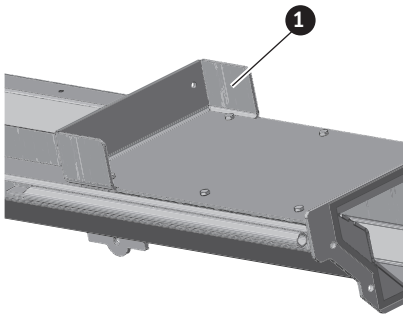

Fig. 126 Verstärkungsplatte
- Wenn möglich, den Austragungsschacht so einrichten, dass der obere Bug der Verstärkungsplatte (Fig. 126) entweder außerhalb oder innerhalb des Wandausschnittes (Fig. 127) befindet, ansonst müssen die Abdeckbleche (siehe Pkt. 13.15 auf Seite 59) für Wanddurchführung ausgeschnitten werden.